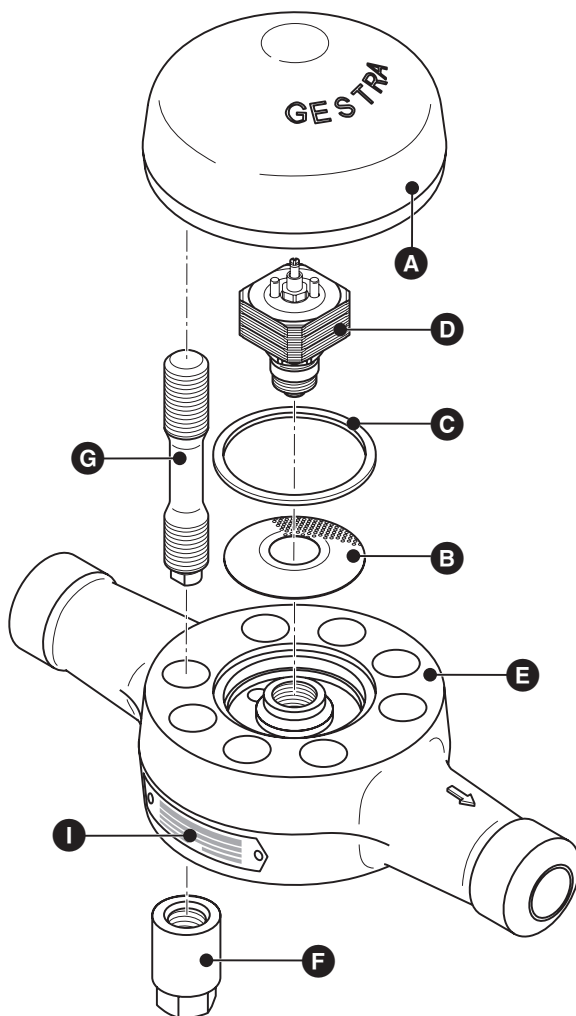
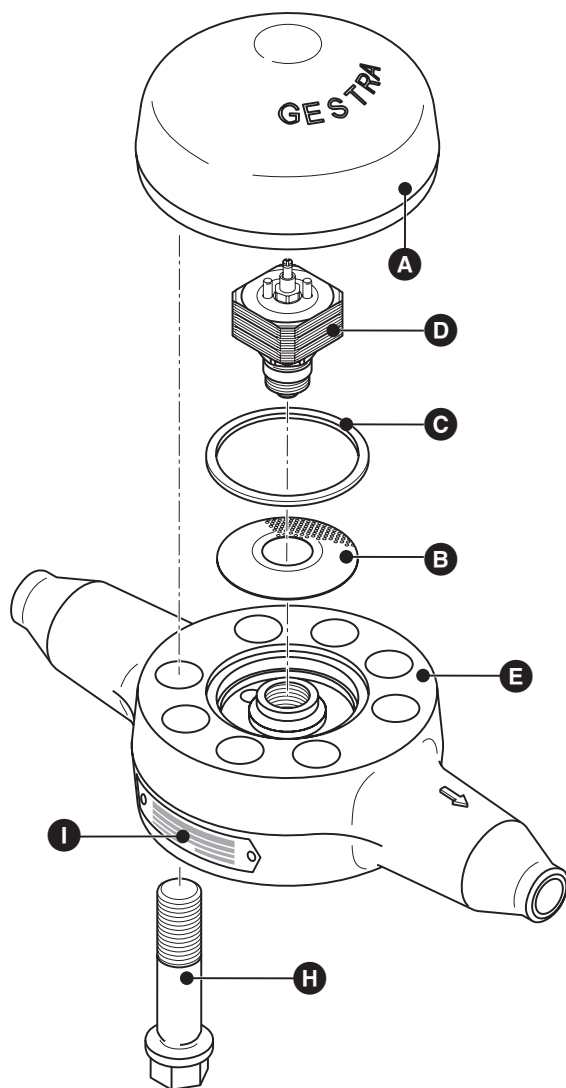

Fig. 2
Fig. 3
1. Demontera locket **A** från huset **E**. Fig. 2, fig. 3